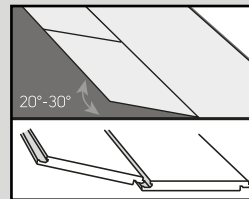
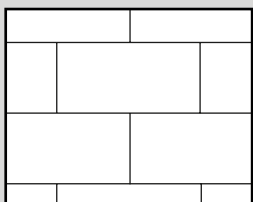
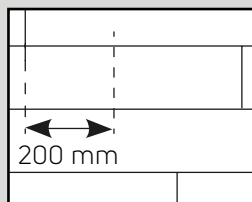

Fig. 3
Fig. 3a
Fig. 3b
4. Commencez la deuxième rangée en emboîtant la languette dans la rainure qui tient la lame à un angle d'environ 30°. Poussez ensuite fermement la lame/dalle dans la rainure de la première rangée. Posez la lame/dalle suivante en emboîtant la languette dans la rainure le long du bord court. Présentez ensuite la languette dans la rainure sur le côté long, en inclinant les lames/dalles pour qu'elles s'emboîtent (Figure 3). Il convient de poser les dalles et les lames en « décalé » pour faire en sorte que les quatre coins ne se touchent jamais (Figure 3a et Figure 3b).